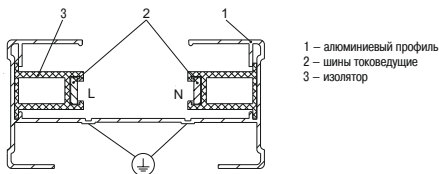

Рисунок 1
2.2 Шинпровод однофазный представляет собой алюминиевый профиль 1 (рисунок 1) с латунными шинами 2 внутри и изолятором 3, выполняющим функцию диэлектрика между токоведущими проводниками и профилем.
3.1.3 В состоянии поставки на секцию однофазного шинопровода предварительно установлены кабельный ввод и торцевая заглушка (рисунок 1).